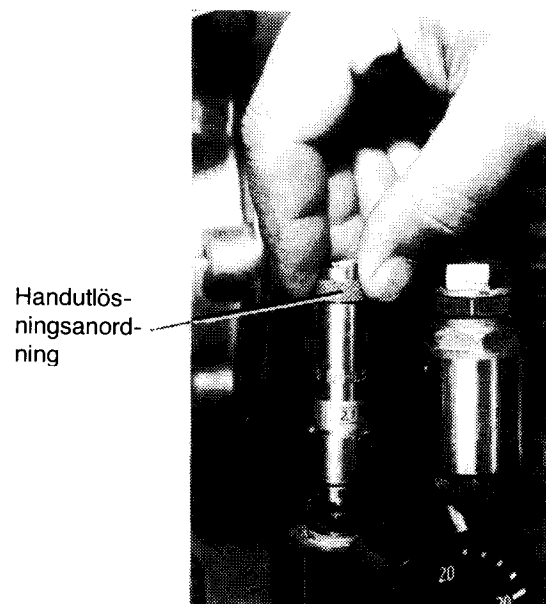

Bild 5. Säkerhetsventil
Med hjälp av handutlösningens anordning (som vrides moturs) kan man öppna ventilen för att kontrollera luftpassage och tätning (se bild 5).
7. För kontroll av säkerhetsventilens, nr. 9, funktion och täthet manövrera ventilens handlösninganordning (se bild 5). När denna kontroll är slutförd öppna åter ventilens utlösninganordning och evakuera så mycket luft att tryckvakten slår till och startar kompressorn. Detta skall ske vid 1,6 MPa (16 bar).